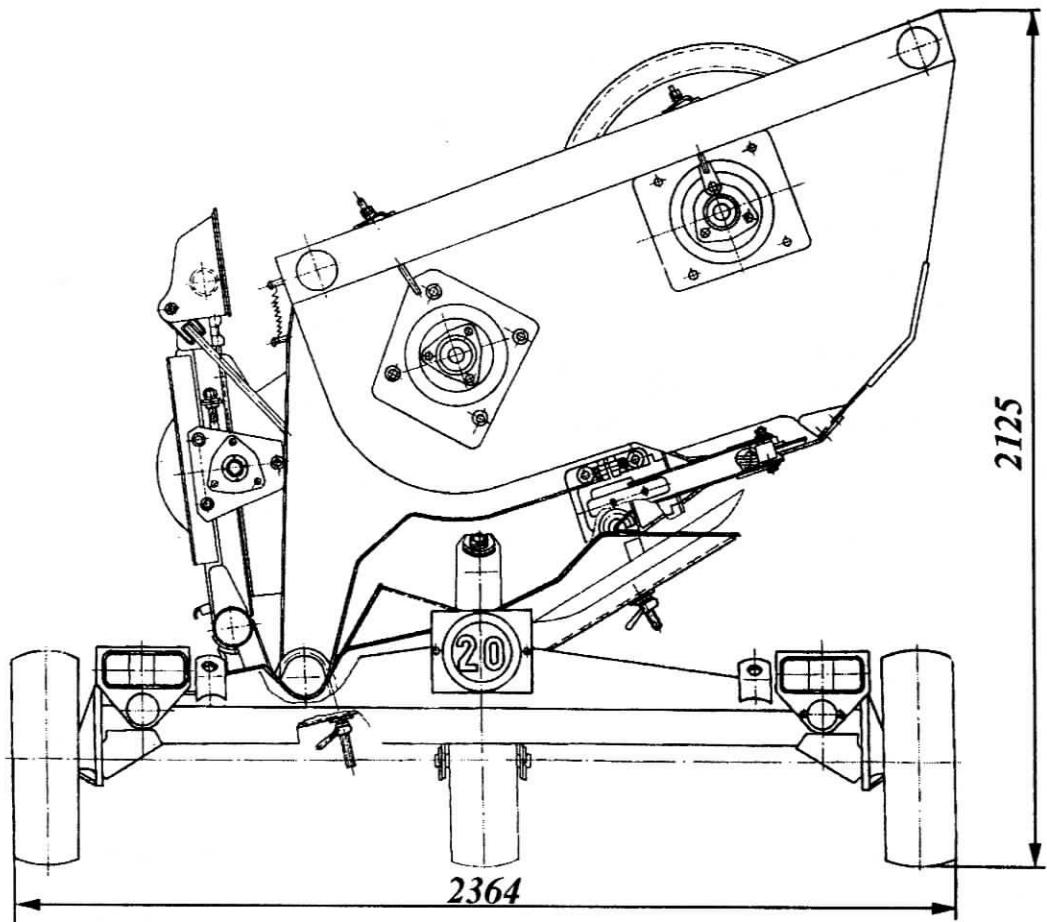

Рис.122 - Жатка с тележкой (вид сзади).
5.3.2 При снятии жатки с комбайна необходимо установить механизм уравновешивания в транспортное положение. Если жатка устанавливается на тележку, необходимо, кроме этого, крайние башмаки поднять вверх в положение низкого среза. Установка жатки на тележку и электромонтажная схема показаны на рис.122, 123, 124.